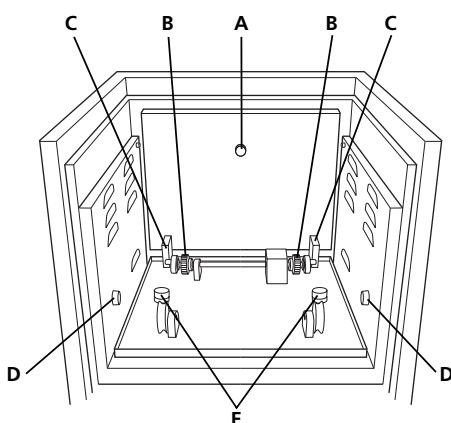

Fig 4: Pièces motrices de l'étuve SI30H
- 5.4 Placez le tournebroche dans l'étuve, sur le mécanisme de rotation, en veillant à ce que les bandes dentelées à l'une ou l'autre extrémité du tournebroche se logent dans les roues dentées du mécanisme de rotation à l'arrière de l'étuve (B sur la figure 4). Les collerettes en plastique du tournebroche se positionnent sur les petites roues du plancher de l'étuve. Fermez la porte de l'étuve.
- 6.2 Soulevez la plate-forme par sa poignée (A sur la figure 4) depuis sa position de rangement, faites-la coulisser vers l'avant et posez-la sur le mécanisme de bascule en plaçant les ergots latéraux de la plate-forme dans les gorges de retenue (D) sur les parois latérales de la chambre de l'étuve. Cette